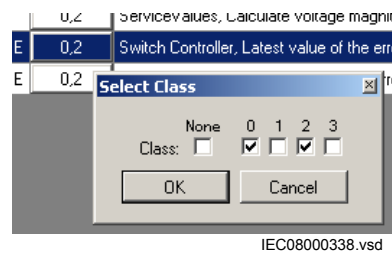

Figure 80: CMT : fenêtre *Select Class* (Sélection de la classe)
3. Effectuer la sélection selon les définitions du projet et cliquer sur *OK* pour fermer la fenêtre et obtenir la nouvelle configuration, voir Figure 80.